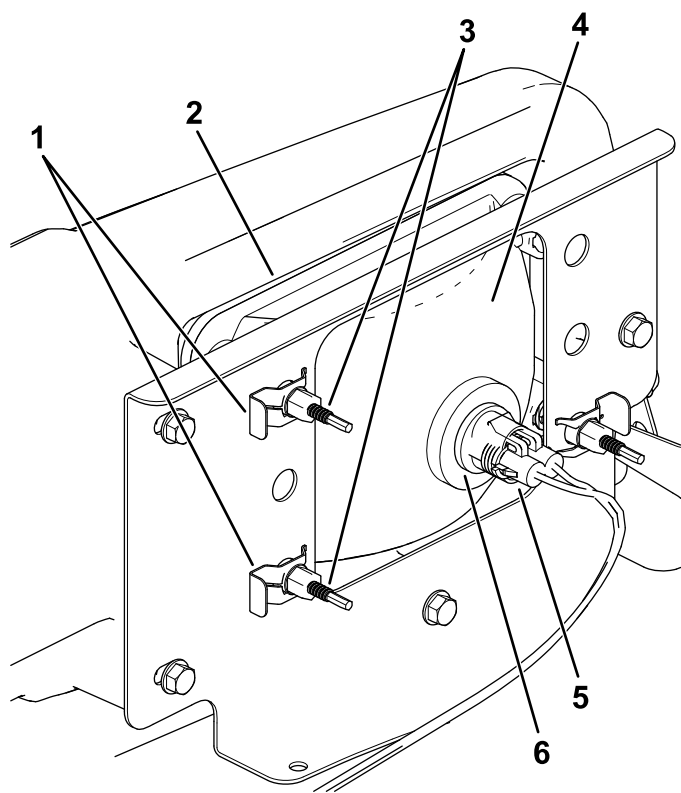

Figure 49
3. Débranchez le connecteur électrique de faisceau du connecteur du phare (Figure 49).
- Déposez les clips rapides qui fixent le phare à son support (Figure 49).
- Sortez le phare en le déplaçant vers l'avant à travers l'ouverture dans le pare-chocs avant (Figure 49).
- Montez le phare neuf par l'ouverture dans le pare-chocs (Figure 49).
- Branchez le connecteur électrique de faisceau sur le connecteur de l'ampoule (Figure 49).
- Au dos du phare, tournez les vis de réglage (Figure 49) pour orienter le phare et aligner la position de son faisceau.